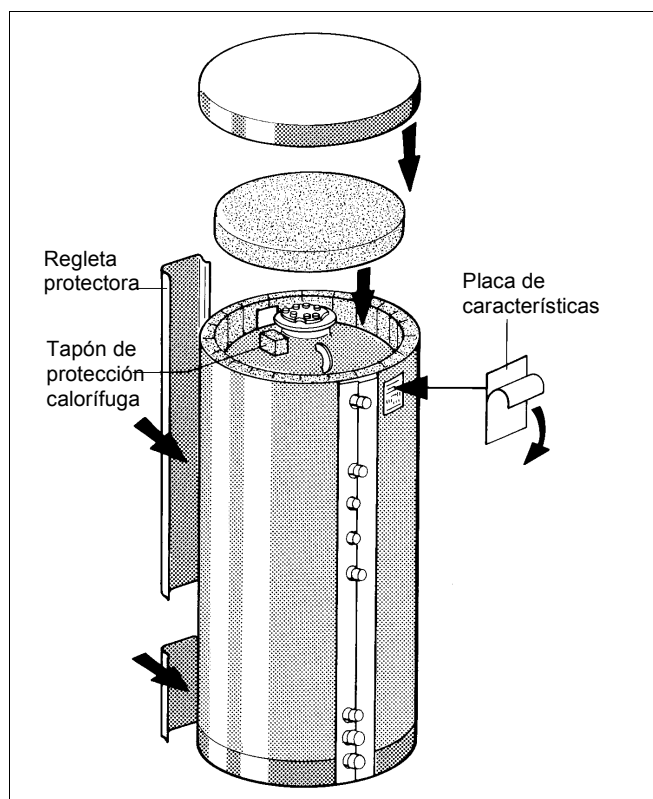

Fig. 8
Al pegar la placa de características, se tiene que observar la marca blanca o azul según el color de la plancha aislante (Fig. 8).
- Inserte el tapón rectangular de protección calorífuga desde el interior de la abertura; Fig. 8.
- Coloque el disco calorífugo superior en la tapa de registro de tal modo que esté enrasado con la esfera de protección calorífuga; Fig. 8.
- Coloque la cubierta (cubierta de material sintético) encima del disco calorífugo y del borde de la esfera de protección calorífuga; Fig. 8.
- Enchufe la regleta protectora sobre la regleta de cierre de la esfera de protección calorífuga; Fig. 8.
- Retire la lámina protectora del lado trasero de la placa de características y pegue la placa de características arriba a la derecha del racor "AB", Fig. 8.
- Coloque los discos calorífugos superiores (Fig. 8).
- Coloque la cubierta (cubierta de material sintético) encima del disco calorífugo y del borde de la plancha de protección calorífuga, Fig. 8.